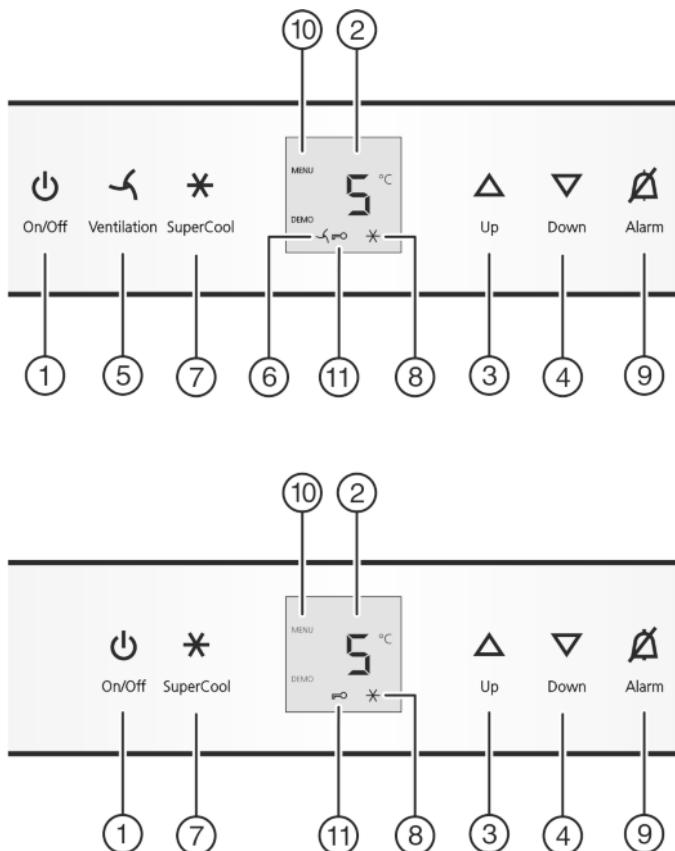

Fig. 2
- нажмите кнопку On/Off Fig. 2 (1).
- Активация режима настройки: удерживайте кнопку SuperCool Fig. 2 (7) мин. 5 с.
- Коротко нажмите кнопку SuperCool Fig. 2 (7) для подтверждения.
- Для включения защиты от детей коротко нажмите клавишу SuperCool Fig. 2 (7).
- ▷ Символ "Защита от детей" Fig. 2 (11) горит. На индикации мигает **c**.
- Для выключения защиты от детей коротко нажмите клавишу SuperCool Fig. 2 (7).
- ▷ Символ защиты от детей Fig. 2 (11) гаснет. На индикации мигает **c**.
- Выход из режима настройки: нажмите кнопку On/Off Fig. 2 (1).
- Нажмите кнопку Alarm Fig. 2 (9).
- Коротко нажмите кнопку SuperCool Fig. 2 (7).
- На индикации горит символ SuperCool Fig. 2 (8).
- Символ SuperCool Fig. 2 (8) на индикации гаснет.
- Коротко нажмите кнопку "Вентиляция" Fig. 2 (5).
- Символ Вентиляция Fig. 2 (6) горит.
- Символ Вентиляция Fig. 2 (6) не горит.
- Установка более высокой температуры: нажмите кнопку настройки Up Fig. 2 (3).
- Установка более низкой температуры: нажмите кнопку настройки Down Fig. 2 (4).